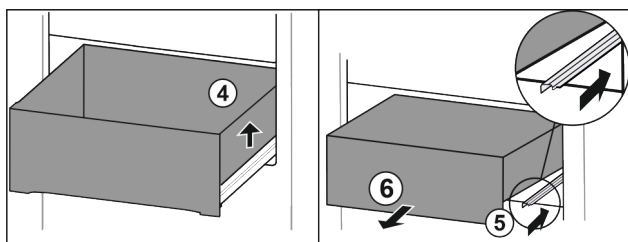

Fig. 89
- Dvignite predal desno. Fig. 89 (4)
- Vstavite desno vodilo. Fig. 89 (5)
- Predal vzemite ven v smeri naprej. Fig. 89 (6)